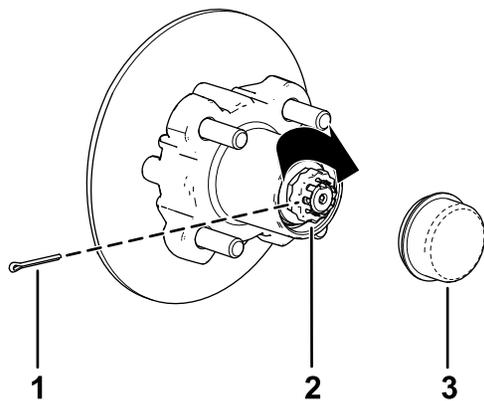

図 26
8. ナットの上からリテーナを取り付け、リテーナのスロットとスピンドルのスロットが整列しているかどうか確かめる 図 26。
9. コッターピンを取り付け、ピンの足をリテーナに巻き付けるように曲げる 図 26。
10. ハブにダストキャップを取り付ける 図 26。